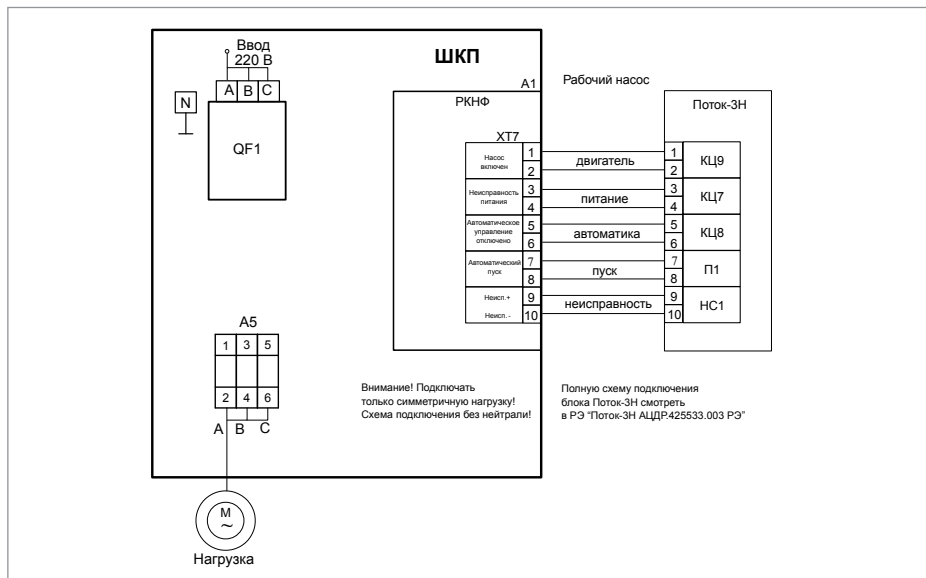

Рисунок 9. Схема электрическая подключения шкафа при эксплуатации
2. Подключение соединительных линий выполняйте в соответствии с проектной документацией и схемой на Рисунок 9.